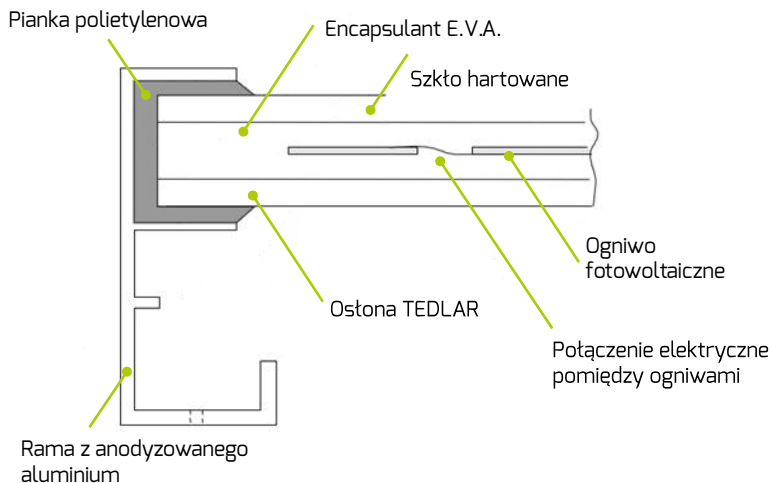

rys. 6
- 2 Stosujemy dobrze widoczną etykietę ostrzegawczą dotyczącą zagrożenia porażeniem prądem elektrycznym (patrz rys. 6) w pobliżu środka każdego modułu.